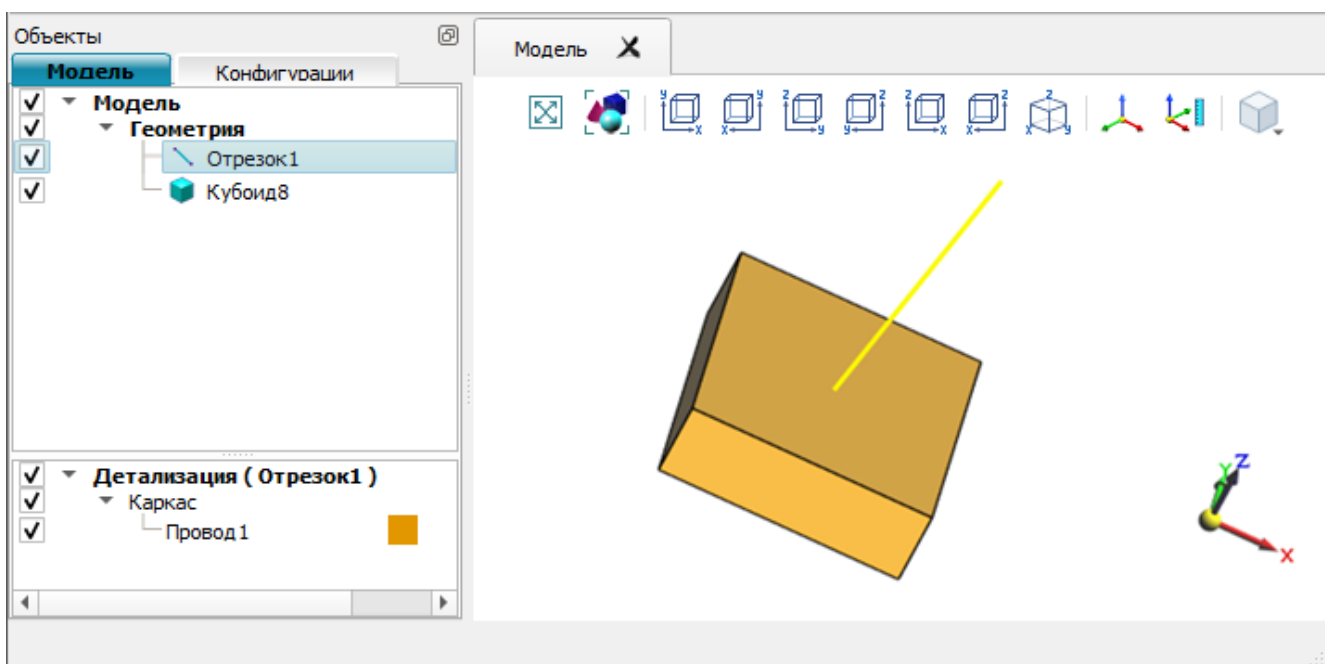

Рис. 100
13.1.1 Для построения сетки в качестве примера геометрической модели будут использованы кубоид и отрезок прямой с точкой касания одной из граней. Точка касания получается при выполнении операции разбиения кривой телами (подраздел 7.6). Геометрическая модель показана на рис. 100.